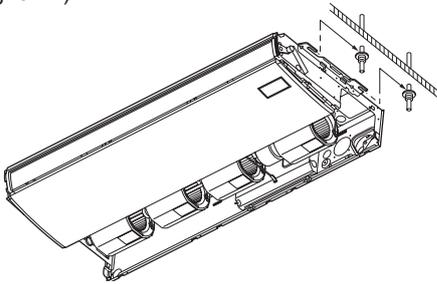

Fig. 3-14
b) Levantar la unidad interior y colocarla sobre las arandelas a través de las muescas para colocarla en su sitio. (Fig. 3-14)